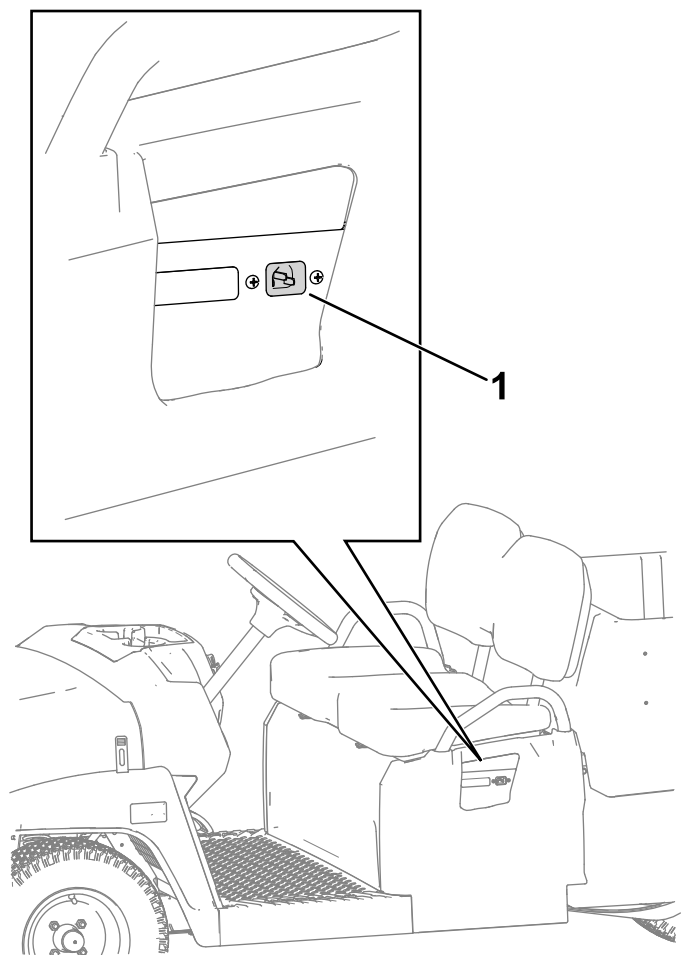

Figure 27
1. Branchez le cordon d'alimentation dans la prise du chargeur de la machine (Figure 27).